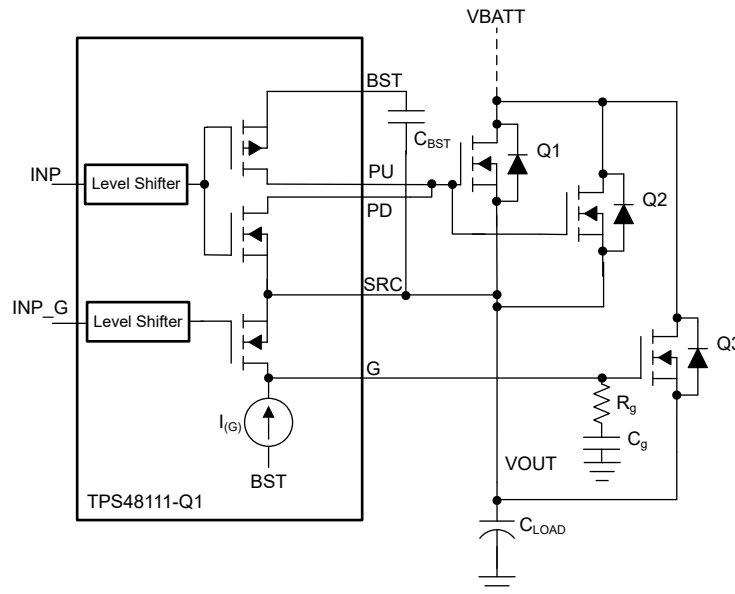

図 8-7. プリチャージ FET のゲート スルーレート制御によるコンデンサ充電
TPS4811Q1 は、専用の制御入力 (INP_G) を備えたプリチャージ用ゲートドライバ (G) を内蔵しています。この機能により、容量性負荷をプリチャージするための別の FET を駆動できます。図 8-7 は、TPS4811Q1 を使用して容量性負荷を充電するためのプリチャージ FET の実装例を示しています。外付けコンデンサ C_{g} により、ゲートのターンオン時のスルーレートが低減され、突入電流を制御できます。